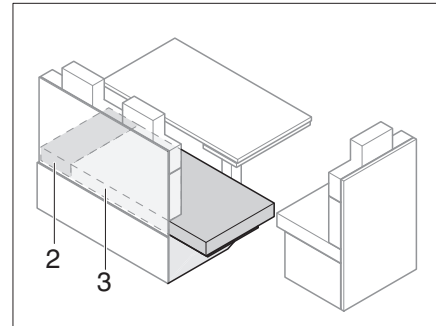

Fig. 149 Después de la ampliación
- Tirar el cojín del asiento (Fig. 149,3) a la prolongación del banco de asiento.
- Poner un cojín adicional (Fig. 149,2) entre el cojín del asiento (Fig. 149,3) y la pared exterior.
- Quitar los cojines adicionales (Fig. 149,2).
- Tirar del cojín del asiento (Fig. 149,3) y colocarlo sobre banco de asiento.